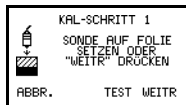

Abb. 30. Schritt 1 - auf Dickenstandard
1. Halten Sie die Sonde in die Luft, und drücken Sie den Softkey **KAL** (Abbildung 30).